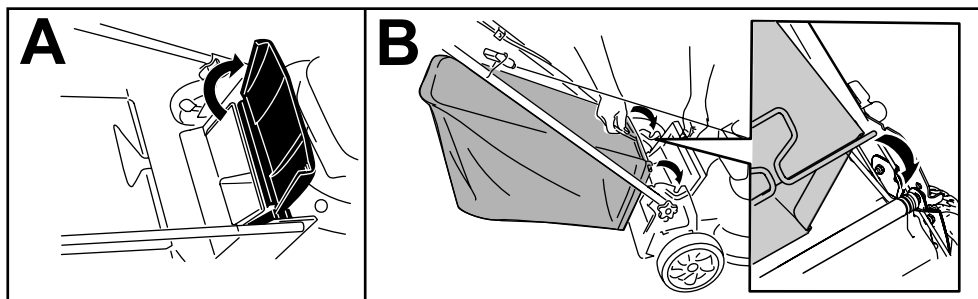

Figura 15
1. Ridicați și mențineți ridicat deflectorul spate (A din Figura 15).
2. Instalați sacul pentru iarbă, având grijă ca tifturile de pe sac să rămână în canelurile de pe mâner (B din Figura 15).